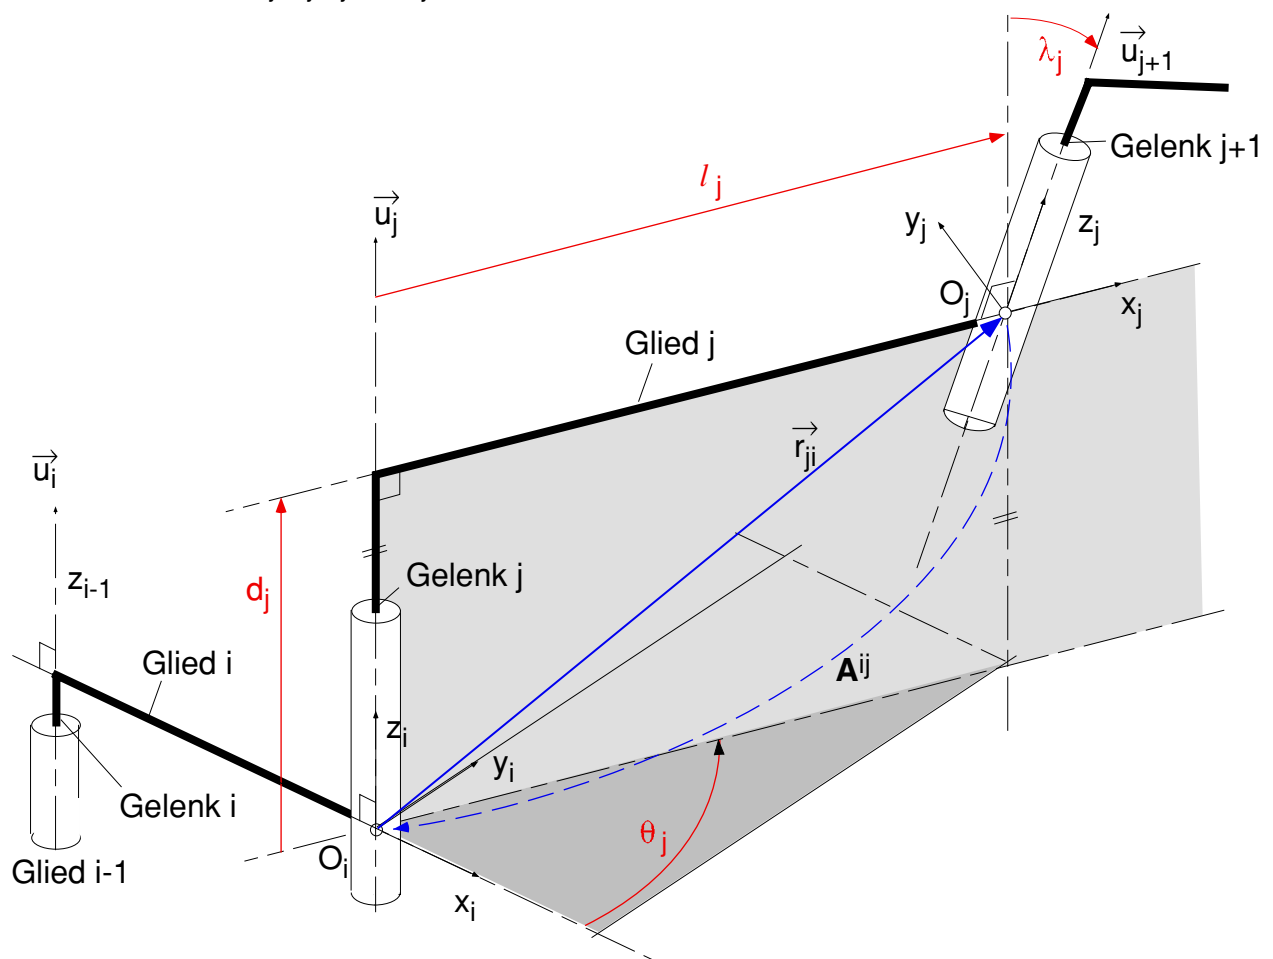

Bild 5.12: Koordinatensysteme nach Denavit-Hartenberg
Nach Vorgabe einer festen Position und Orientierung der Koordinatensysteme  $K_j$  bez.  $K_i$  weist die **Transformationsmatrix nach Denavit-Hartenberg**  $DH^{ij} = T^{ij}$  nur 4 unabhängige (Relativ-) Parameter  $\theta_j$ ,  $\lambda_j$ ,  $d_j$  und  $l_j$  auf, siehe Bild 5.12:
**C) Regeln , siehe Bild 5.12:**